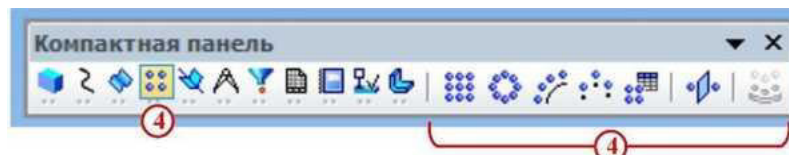

Рисунок 9 Инструментальная панель Массивы
- кнопка вызова панели **Массивы 4**, рисунок 9, предназначенная для создания копий объектов, которые определенным образом упорядочены - образуют прямоугольную сетку с заданными параметрами или симметричны относительно плоскости и т.п.